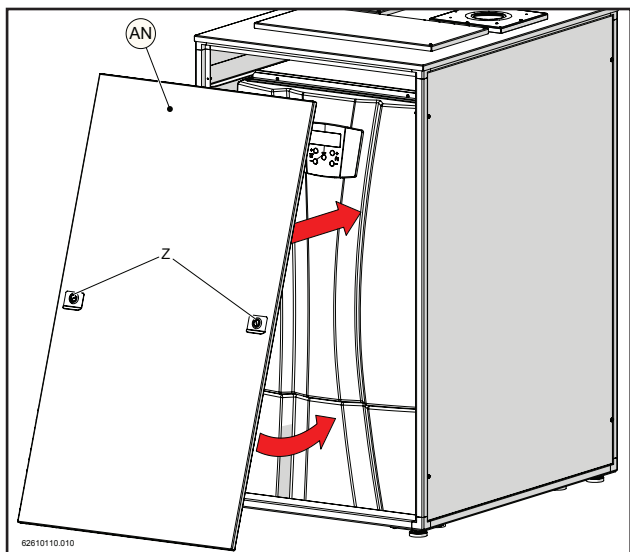
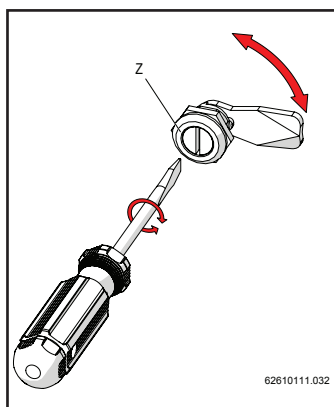

Figure 13-27
Figure 13-29
- 15.- Appliquer la couverture frontale (AN) comme indiqué sur la figure 13-27 et 13-28. Fixer celle-ci aux structures en agissant sur les serrures « Z » à l'aide d'un tournevis plat (figure 13-29).